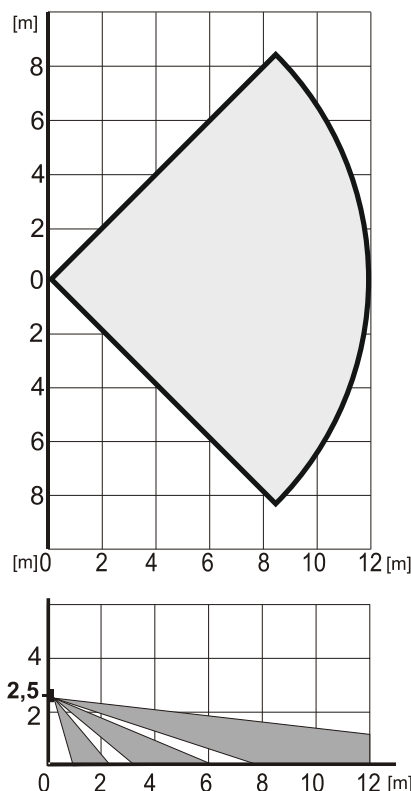

Figura 3. Estas características de detección son válidas para un PIR con inmunidad estándar.
El detector está equipado con una lente (2) que cubre un área de 90°/12 m con 3 haces (cortina) – ver figura 3. **La lente no puede ser reemplazada por otro tipo de lente diferente.** Esta característica de detección es la misma para ambas lentes, blanca y gris.